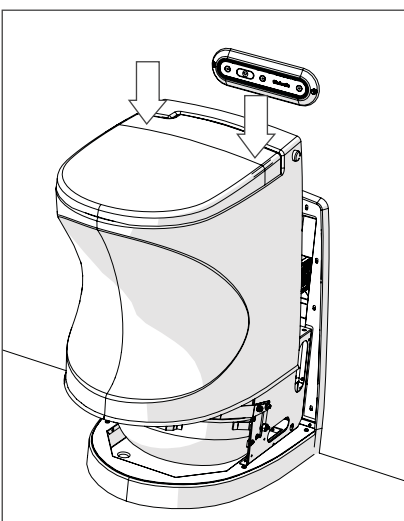

Bild 7
10. Sänk ner toaletthöljet genom att trycka med båda händerna baktill på toalettlockets ovsida (bild 7). Se till att ramen (den vita listen) omsluter höljets kant.